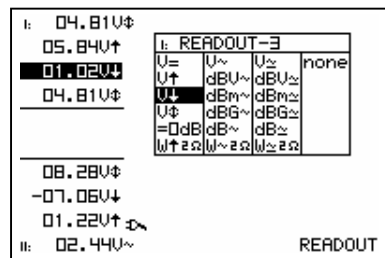

Fig 25
6. Pulse las teclas de flecha para seleccionar la función deseada para medida 3. (fig 25)